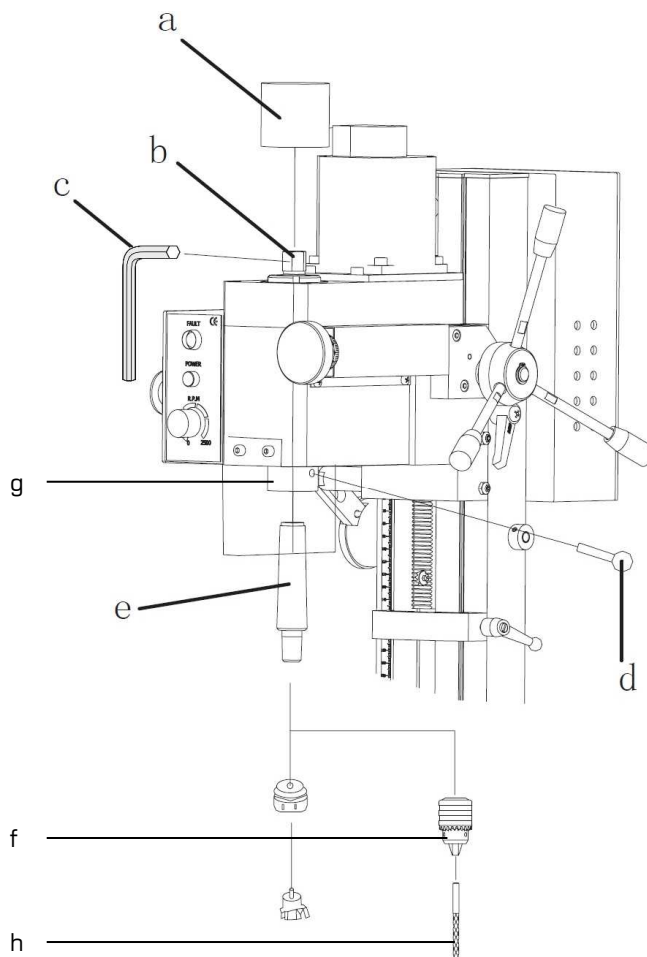

Figure 2
1. Dégraisser l'intérieur de la broche (g fig.2), du mandrin auto-serrant (f fig.2) et la partie conique de la queue de mandrin (e fig.2) au moyen d'un chiffon sec.
2. Retirer le cache de protection tirant (a fig.2).
3. Enfoncer fermement à la main la queue de mandrin (e fig.2) dans le mandrin auto-serrant (f fig.2).
5. Enfoncer fermement à la main l'ensemble dans la broche (g fig.2).
6. Bloquer la queue de mandrin (e fig.2) en vissant le tirant M16 (b fig.2) traversant la broche à l'aide d'une clé Allen (c fig.2) et de la poignée de blocage dans le poinçon de la broche (d fig.2).
7. Remettre le cache de protection tirant (a fig.2).
8. Monter l'outil à queue cylindrique (h fig.2) dans le mandrin auto-serrant (f fig.2).
1. Dégraisser l'intérieur de la broche (g fig.2) et la partie conique de la queue de mandrin porte-pinces au moyen d'un chiffon sec.
4. Enfoncer fermement à la main l'ensemble dans la broche (g fig.2).
5. Bloquer le mandrin porte-pinces en vissant le tirant M16 (b fig.2) traversant la broche à l'aide d'une clé Allen (c fig.2) et de la poignée de blocage dans le poinçon de la broche (d fig.2).
6. Remettre le cache de protection tirant (a fig.2).
1. Dégraisser l'intérieur de la broche (g fig.2), du mandrin porte-tarauds et la partie conique de la queue de mandrin au moyen d'un chiffon sec.
6. Bloquer la queue de mandrin en vissant le tirant M16 (b fig.2) traversant la broche à l'aide d'une clé Allen (c fig.2) et de la poignée de blocage dans le poinçon de la broche (d fig.2).
3. Monter directement l'outil à queue conique dans la broche (g fig.2) (si nécessaire, adapter la taille du cône morse à l'aide de réducteur ou d'augmentateur approprié).
2. Démonter l'outil à queue cylindrique (h fig.2) dans le mandrin auto-serrant (f fig.2).
3. Retirer le cache de protection tirant (a fig.2).
4. Débloquer la queue de mandrin (e fig.2) en dévissant le tirant M16 (b fig.2) traversant la broche à l'aide d'une clé Allen (c fig.2) et de la poignée de blocage dans le poinçon de la broche (d fig.2).
5. Taper légèrement sur l'extrémité du tirant (b fig.2) avec un maillet afin d'extraire l'ensemble.
4. Débloquer le mandrin porte-pinces en dévissant le tirant M16 (b fig.2) traversant la broche à l'aide d'une clé Allen (c fig.2) et de la poignée de blocage dans le poinçon de la broche (d fig.2).
4. Débloquer la queue de mandrin en dévissant le tirant M16 (b fig.2) traversant la broche à l'aide d'une clé Allen (c fig.2) et de la poignée de blocage dans le poinçon de la broche (d fig.2).
1. Abaisser la broche (g fig.2) à l'aide des bras de cabestan.
2. Bloquer la broche (g fig.2) à l'aide de la poignée de blocage de broche (7 fig.1).
4. Introduire un chasse-cône à l'intérieur de la lumière de la broche (g fig.2).